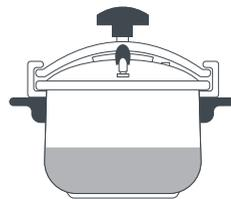

Fig.2
**2** Cuando prepare alimentos que se expanden durante el proceso de cocción, como el arroz, cereales o alimentos deshidratados, no llene o sobrepase la marca de nivel "1/2" grabada en el interior del cuerpo de la olla (Fig. 2). Si excede los niveles de llenado de la olla, los dispositivos de seguridad podrían deteriorarse, aumentando el riesgo de sufrir quemaduras.